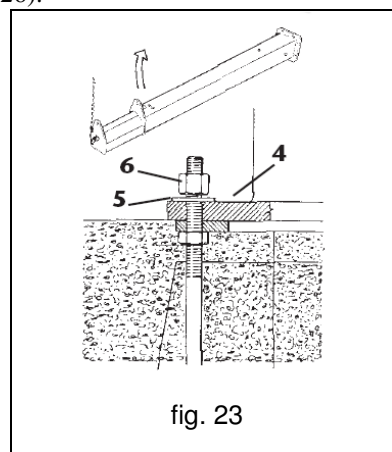

fig. 23
3. Ställ upp pelaren utan kranarmen genom att lyfta den med lämplig lyftutrustning i lyftpunkten som visas på bilden. Placera den på fundamentsramen, rikta in basplattan **4** korrekt och skruva på muttrarna **6** tillsammans med de tillhörande plana brickorna **5** (fig. 23).